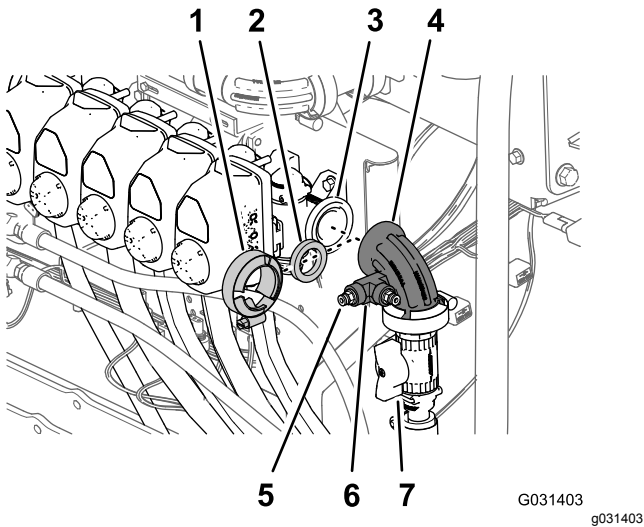

Figura 185
1. Allineate la guarnizione e il gomito a 90° per l'avvolgitubo alla flangia proveniente dalla valvola dell'ugello 10 (Figura 185).
2. Fissate il gomito e la guarnizione alla valvola con un morsetto flangiato e serrate il morsetto a mano (Figura 185).
3. Applicare uno strato di sigillante PTFE ai filetti dell'accoppiatore per tubo e montate l'accoppiatore stesso sul raccordo a T, come illustrato nella Figura 185.